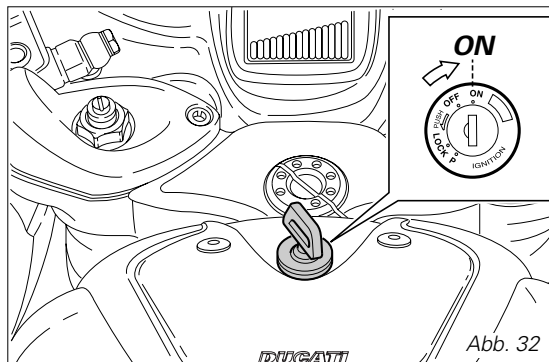

Abb. 32
1) Den Zündschalter auf die Angabe **ON** (Abb.32) drehen und dabei prüfen, ob die grüne Kontrollleuchte **N** und die rote Öldruckkontrollleuchte  am Instrumentenbrett aufleuchten.